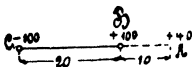

Fig. 43.
124. Welche Kraft übt ein Magnet von 20 [24] (26) cm Länge aus, dessen Enden aus je 100 [200] (1500) magnetischen Einheiten bestehen, auf eine nordmagnetische Menge von 40 [70] (85) (c, g, s) Einheiten, wenn dieselbe 10 [12] (20) cm vom Nordpol des Magneten entfernt ist. (Fig. 43.)